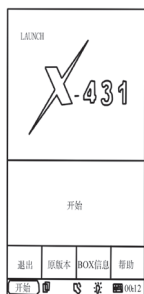
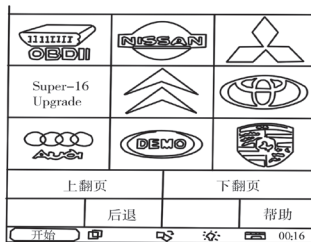

图1-12 单击开始界面
图1-13 显示车型图标
STEP 4 单击“开始” (见图1-12) 后, X-431会显示各种车型的图标 (见图1-13), 各种车型图标是按照单击图标的次数来排列的, 即经常测试的车型图标会排在第一页。